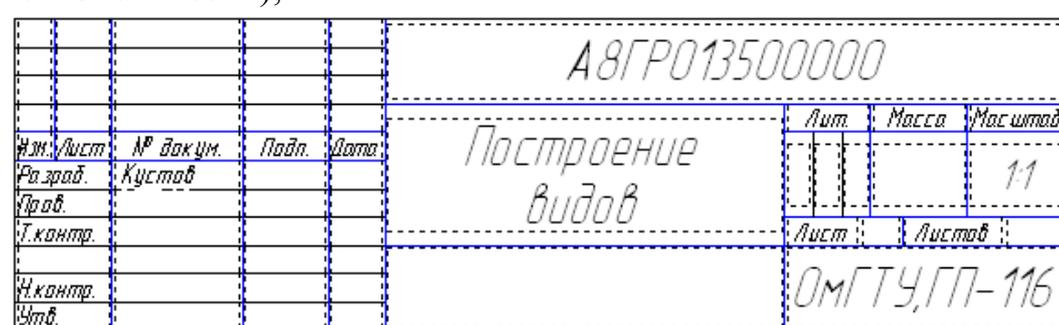

Рисунок 9.12 - Основная надпись в процессе ее заполнения
- 1) дважды щелкнуть левой клавишей мыши на поле основной надписи и она примет вид, показанный на рис. 9.12;